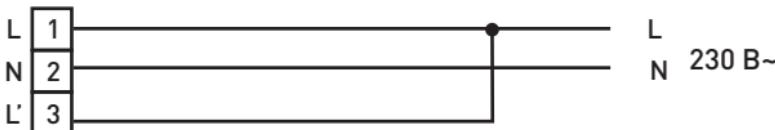

Рис. 3
- присоединить подготовленные концы кабеля к винтовым зажимам клеммной колодки, согласно маркировке [рисунок.3]
6.8.3 Монтаж светильника на рабочую поверхность производить при помощи монтажных скоб и крепежа, входящего в комплект поставки (рисунок 3):